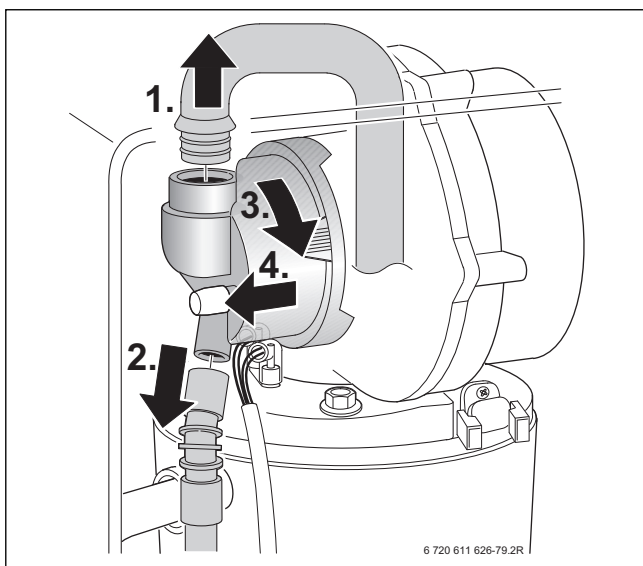

Bild 49 Mischeinrichtung ausbauen
- ▶ Mischeinrichtung ausbauen (→ Bild 49).